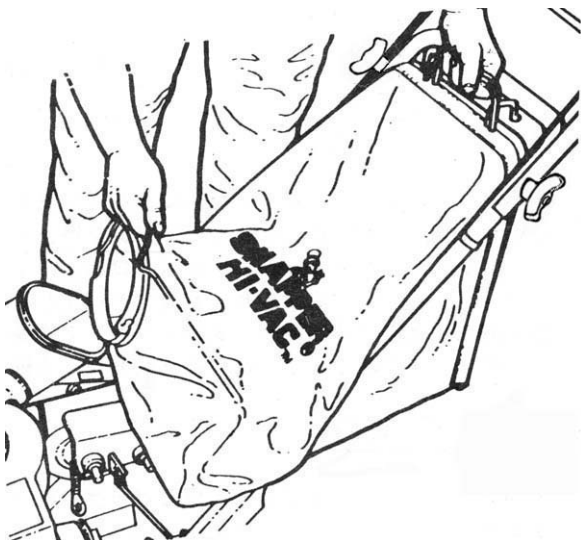

図 3-14
1. バッグの中のを捨てするには、コネクターを持ち上げ、後フックを後方に倒してバッグを開き、を捨てます。(図 3-14)